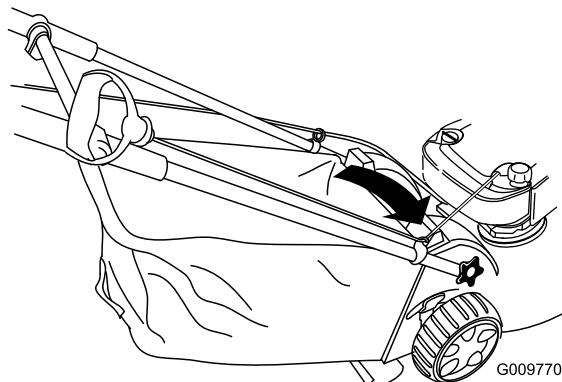

Figure 32
- Faites passer le câble du lanceur autour du guide inférieur (Figure 32).